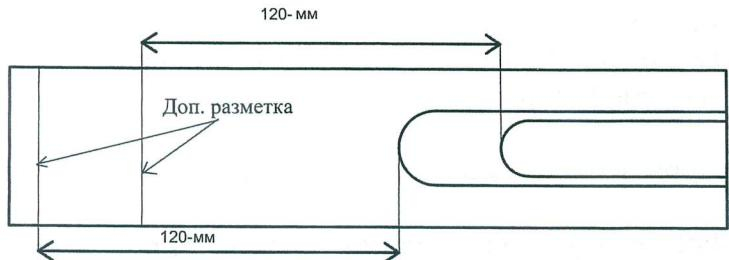

Рис. 3
- для удобства, чтобы не искать риски, подгоняя фрезу к ним, рекомендуется произвести дополнительную разметку (Рис.3). Для этого, произведите замер длины от профиля со стороны струбцины до внутренней стороны упора уголка (куда упирается размерная втулка). К примеру, данная длина будет составлять 120 мм. Данная разметка служит ориентиром для установки каретки. На нее следует устанавливать край профиля (со стороны струбцины).